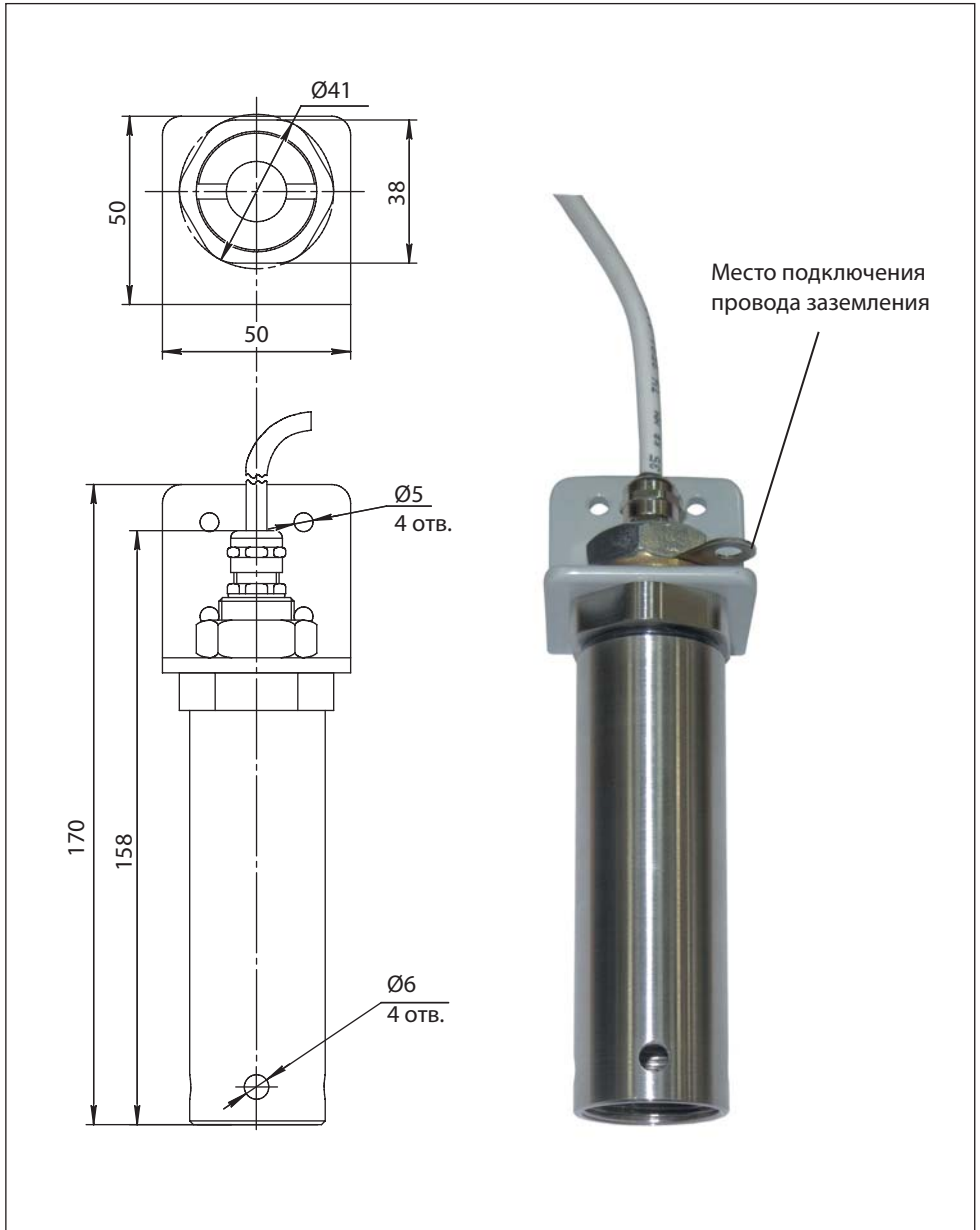

Рис.5. Габаритный чертёж газоанализатора "Сенсон-СД-7031"
3. Установите ГА в выбранном месте. ГА необходимо располагать так, чтобы интерфейсный модуль с ИСМ был направлен вертикально вниз. Это препятствует попаданию влаги, пыли и посторонних предметов на фильтр газоанализатора. Наиболее простой способ монтажа – крепление к стене на кронштейне (рис.5).
5. Подключите провод заземления к кольцу заземления (см. рис.5). Рекомендуем провод заземления опрессовать кабельным наконечником с круглым отверстием под винт.